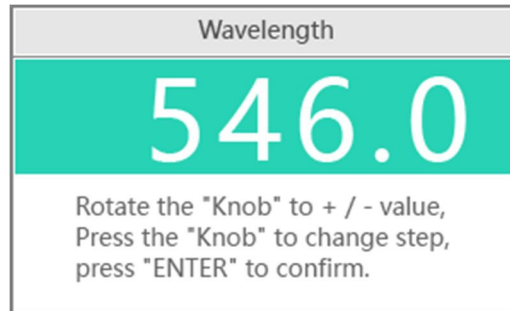

図 6-4 測定波長の設定
1. ジョグダイヤルを押すと、測定波長の設定に切り替わります(図 6-4)。ジョグダイヤルを回して測定に用いる波長に合わせ、<ENTER>キーを押して確定します。